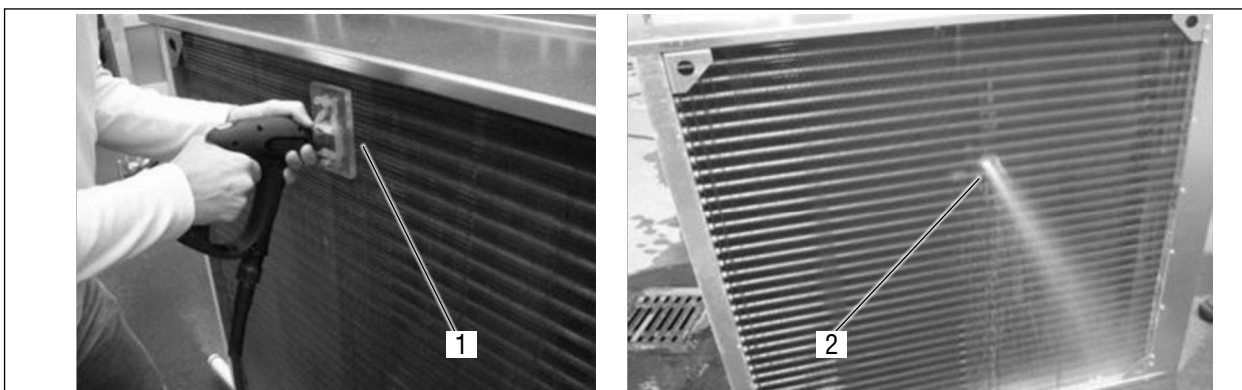

Fig. 55 Méthode multijet de THD
- Dans le cadre du contrôle de conformité en matière d'hygiène pour les appareils de ventilation AL-KO, l'Institut d'hygiène de l'air de Berlin a démontré l'aptitude au nettoyage des registres d'échangeur thermique d'AL-KO THERM à l'aide de la méthode multijet de THD (voir Fig. 55 Méthode multijet de THD).